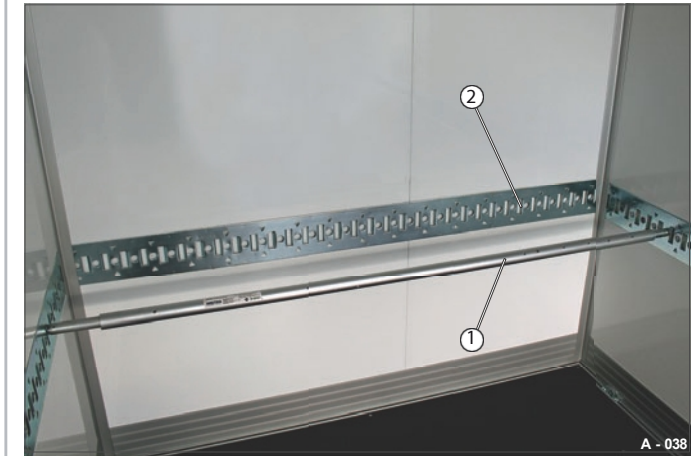

Fig. 38 Kontrol af surringsudstyret
- Kontrollér regelmæssigt låsestængerne (Fig. 38/1) ogurringsskinnerne (Fig. 38/2) for skader/deformationer.